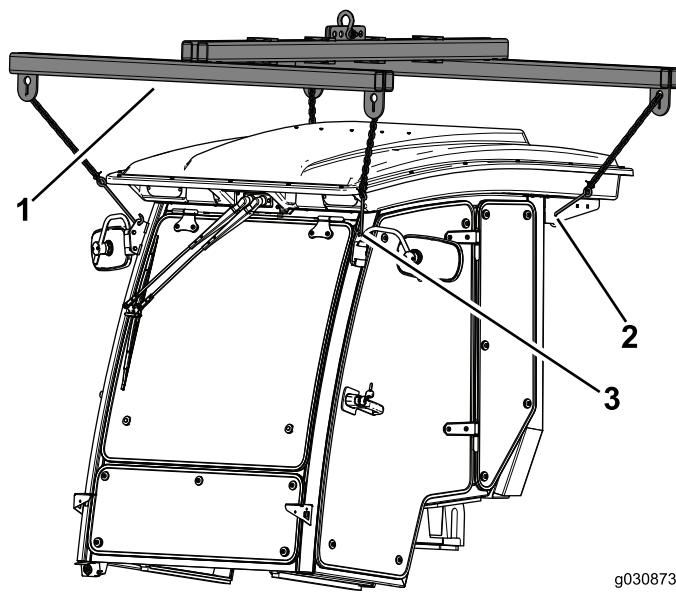

Figura 26
2. Utilize os quatro pontos de elevação para suportar a cabina acima da máquina (Figura 26).